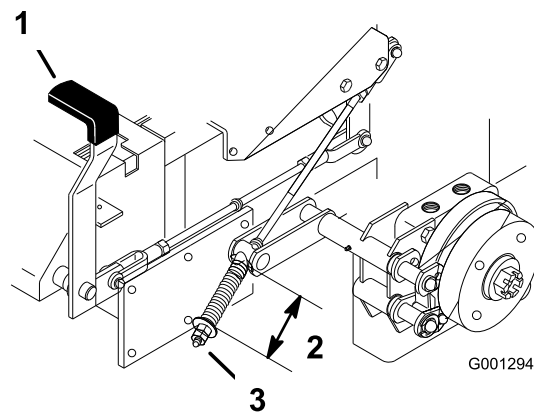

Figura 82
3. Misurate la lunghezza della molla (Figura 82).
4. Se la regolazione è necessaria, disinserite il freno di stazionamento, allentate il controdado sotto la molla e regolate il dado direttamente sotto la molla (Figura 82).